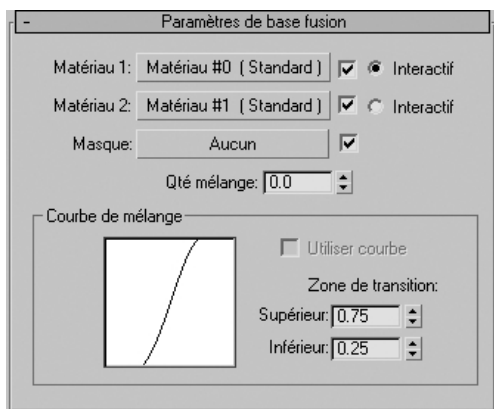

Fig.9.96
- [6] Dans le panneau **Paramètres de base fusion**, cliquez sur **Matériau 1** (fig.9.96).